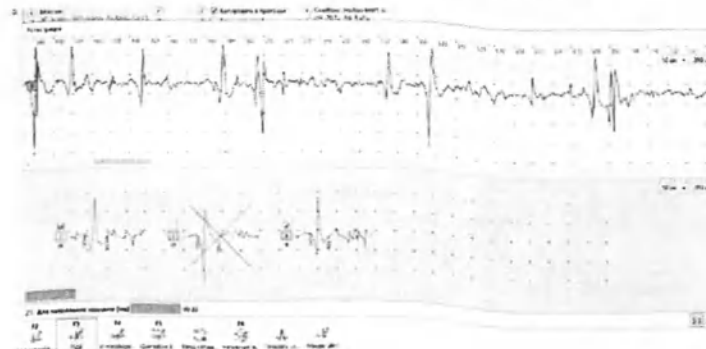

Рис. 176. Регистрация ПДЕ в онлайн-режиме
- После накопления потенциалов (с одной точки можно зафиксировать от 3 до 6 потенциалов) регистрация автоматически остановится. Кнопка около каждой кривой отображает ее качество цветом (от зеленого до красного), а под ней указано количество набранных потенциалов (рис. 176).